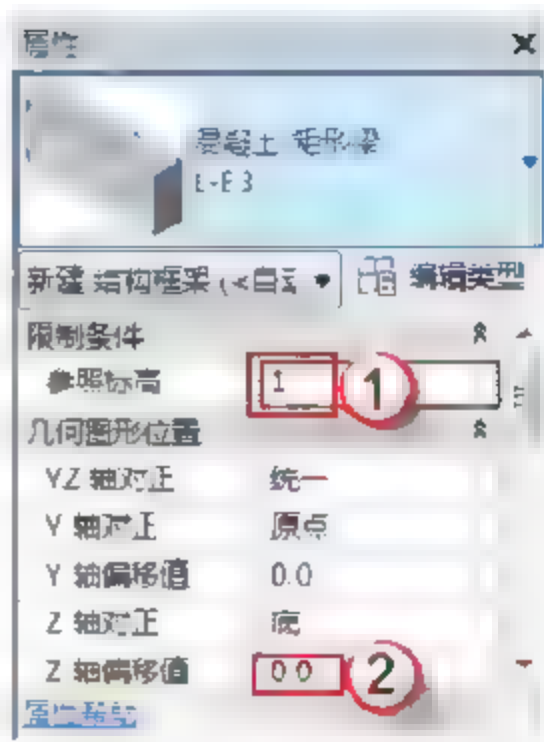

图 3.2.31 设置 Z 轴偏移值
(13) 绘制 L-E3。选择“结构”→“梁”命令,在“属性”面板中调整参数标高 1, Z 轴偏移值为 0,如图 3.2.31 所示。找到 L-E3 的位置从一侧向另一侧绘制,如图 3.2.32 所示。